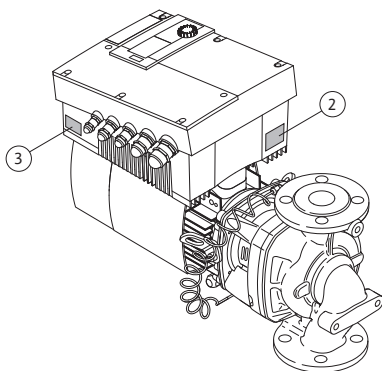

Fig. 12: Розміщення заводських табличок:
- Заводська табличка приводу знаходиться на електронному модулі з боку кабельних вводів (Fig. 12, п. 3). Електричне під'єднання слід виконувати згідно до даних, наведених на заводській табличці приводу.